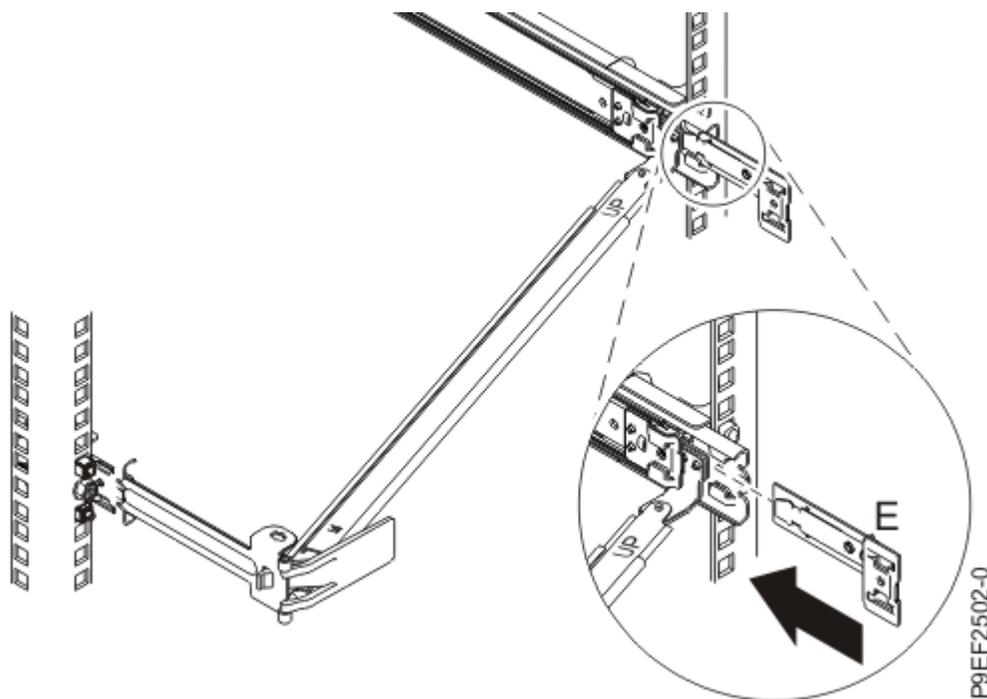

Figura 12. Instalando o suporte de extensão no trilho deslizante
5. Deslize o suporte de extensão **(E)** no trilho deslizante direito até que o pino com mola se encaixe no local. Para obter detalhes, consulte Figura 12 na página 13.